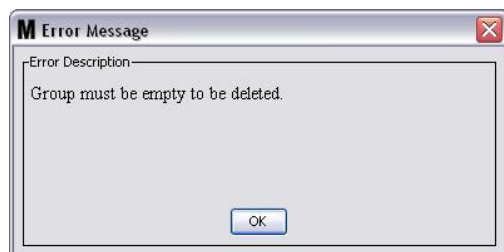

Рис. 130
- а. Если в папке группы находятся цистерны и/или расходомеры, появится окно «Error Message» [Сообщение об ошибке] (Рис. 130), напоминая о том, что можно удалять только пустую папку. Нажмите кнопку «OK» [ОК], чтобы закрыть окно и сохранить изменения.